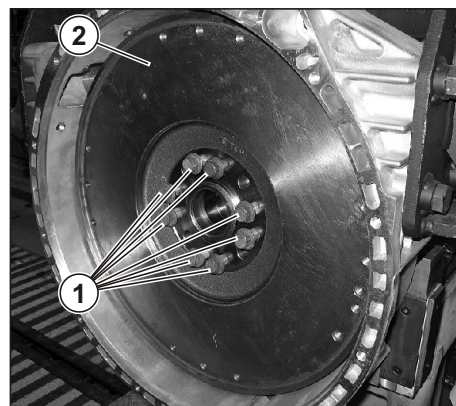

Рис. 33. Снятие маховика.
3. Открутить болты (1) (650.1005127).
4. Снять маховик (2) (650.1005118) (см. Рис. 33).